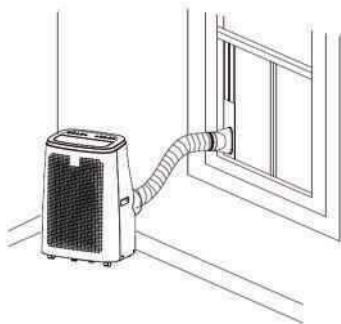

Bild 5
2. Förläng utblåsslansen och tryck in utblåsslansens plana ände i hålet på fönsterplattan med tätning (som visas i bild 5 och bild 6).